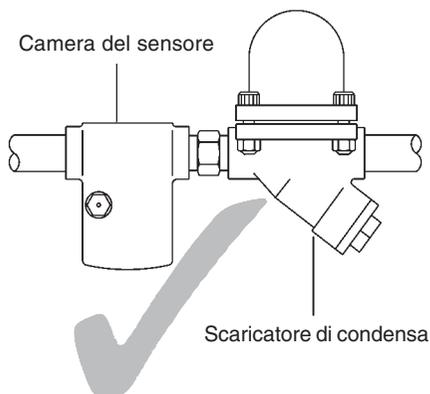

Fig. 2 - Installazione corretta
- 3.4** Determinare la corretta posizione di installazione e la direzione di flusso del fluido; installare la camera del sensore immediatamente a monte dello scaricatore di condensa da monitorare assicurando un posizionamento su tubazione orizzontale ed orientando il tappo di spurgo verso il basso. La freccia di flusso riportata sulla camera del sensore dovrà coincidere con la direzione del flusso nella tubazione (vedere la fig. 2).
- 4.1 Controllare che l'installazione della camera e del sensore sia stata effettuata correttamente come indicato a fig. 2.